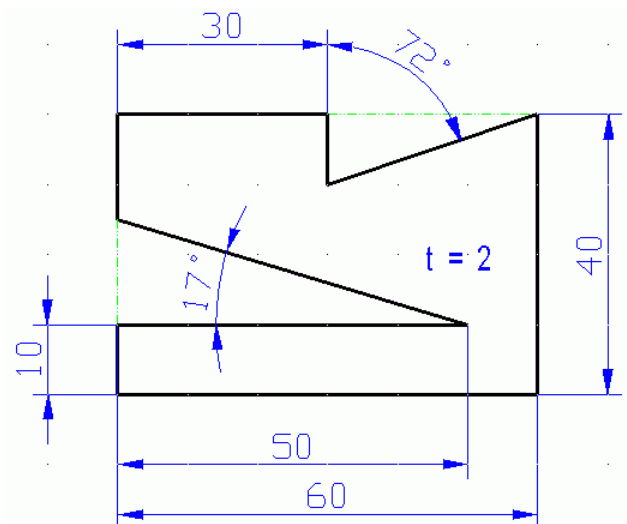
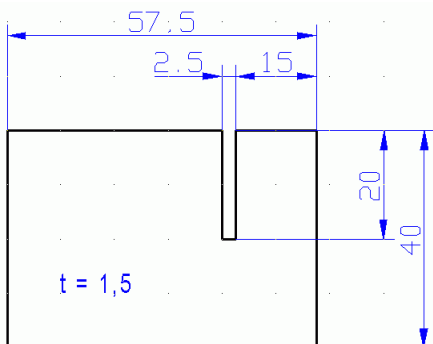

Abb. 2
Abb. 4
- Bei Winkelangaben ist die Maßlinie ein Kreisbogen um den Scheitelpunkt des bemaßten Winkels; der Radius ist so zu wählen, dass Maßpfeile und Maßzahlen Platz haben, deshalb gilt die Faustregel: Je kleiner der Winkel, desto größer der Radius (Abb. 2).
- Bei Platzmangel werden die Maßpfeile (mit je einer kurzen Maßlinie) von außen gesetzt (Abb. 2).
- werden immer in Richtung der Maßlinie geschrieben, jedoch so, dass sie von unten bzw. von rechts lesbar sind (Abb. 2, 3)
- Bei kleinen Maßen werden Maßzahl und Pfeile außerhalb der Maßhilfslinien gesetzt (Abb. 2). Bei noch kleineren Maßen (womöglich auch noch mit Kommastellen, z. B. 2,5) wird die Maßzahl außen auf eine der beiden Maßlinien gesetzt (Abb. 4)